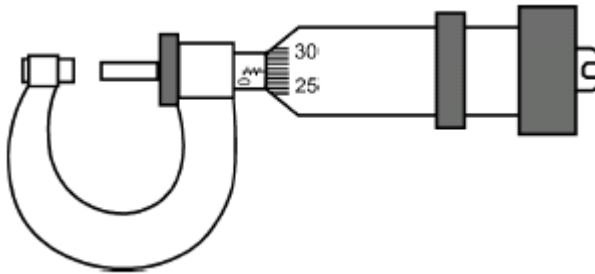

Рис. 3. Зовнішній вигляд мікрометра
5. Вимірювану довжину  $L$  визначають як суму цілих і дробових частин міліметра, використовуючи формулу (6).
*Мікрометр* (рис. 3) складається зі сталеві скоби (1), на одному кінці якої розташована опорна п'ята (2), а на іншому – циліндрична трубка (3). В середині трубки по різьбі переміщується мікрометричний гвинт із кроком 0,5 мм, що має вимірювальну поверхню (4). До гвинта прикріплений барабан (5), вздовж краю якого нанесено кругову шкалу, що має 50 однакових поділок. Уздовж внутрішньої трубки (3) нанесена риска, по обидва боки від якої є дві міліметрові шкали,